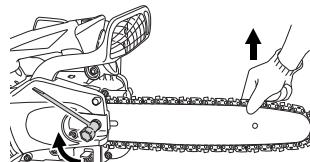

Fig. 7
- Levante el extremo de la barra y apriete firmemente la tuerca de fijación de la barra de guía con la llave combinada. (**Fig. 7**)